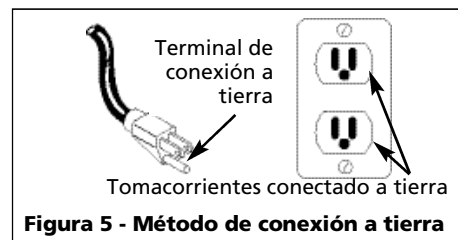

Figura 5 - Método de conexión a tierra
3. Este producto está diseñado para circuitos nominales de 120 voltios y tiene un enchufe para conexión a tierra similar al de la Figura 5. Cerciérese de conectarlo a un tomacorrientes cuya